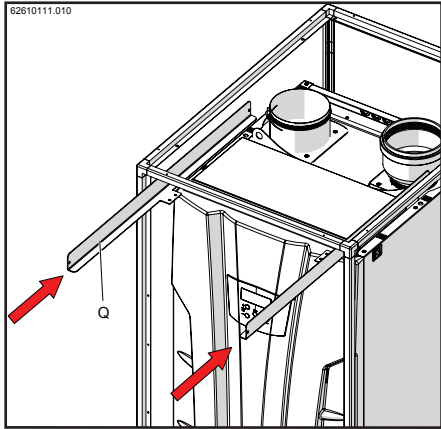
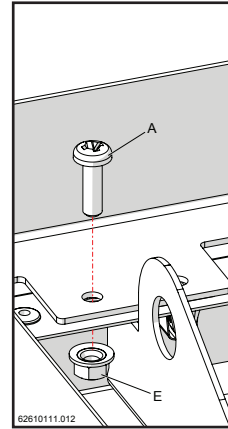
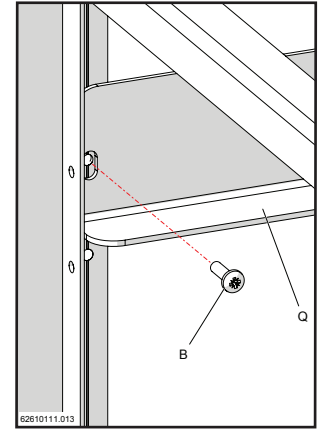

Figure 13-43
Figure 13-45
Figure 13-46
- 7.- Insérer les étriers de fixation supérieurs « Q » (figures 13-43 et 13-44). Appliquer ensuite la vis « A » avec l'écrou « E » pour la fixation des étriers de l'appareil (figure 13-45) de la vis « B » pour la fixation des étriers au châssis de la couverture extérieure (figure 13-46).